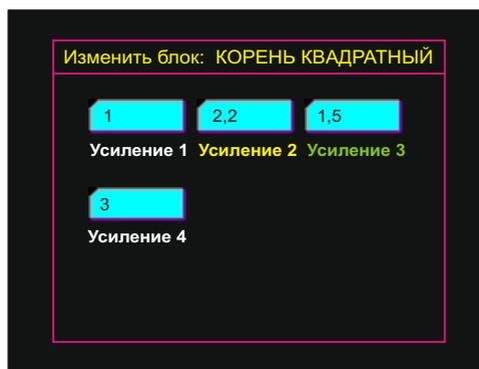

Рис. 53. Конфигуратор блока "Корень квадратный"
9.2.12 **Конфигуратор** блока содержит следующие конфигурационные окна (Рис. 53):